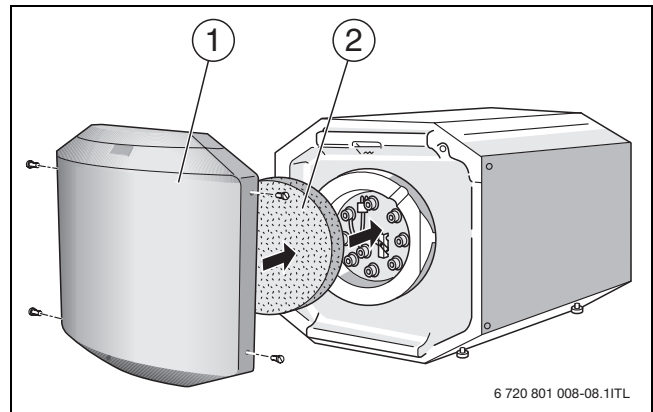

Fig. 12 Montaje del aislamiento térmico y la pared delantera
- ▶ Coloque la pared delantera (→ fig. 12, [1]) y fíjela con 4 tornillos.
- ▶ Suelte los 4 tornillos laterales de la pared delantera y retire la pared delantera y el elemento del aislamiento térmico (→ fig. 12, página 8).